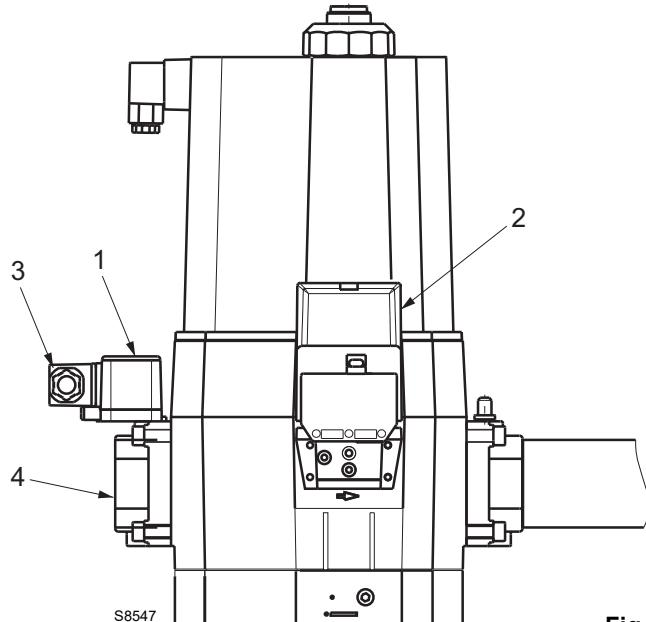

Fig. 5
De gasstraten kunnen zowel rechts als links van de brander ge monteerd worden; bij montage aan de rechter kant dient de dichtings controle 2)(Fig. 5), indien aanwezig, verplaatst te worden naar de tegengestelde kant van de groep ventielen.
Voor de aansluiting tussen de gastoeverleiding en de gasstraat moet de flens 4)(Fig. 5) gedemonteerd worden nadat de connector (3) van de drukschakelaar (1) werd verwijderd.